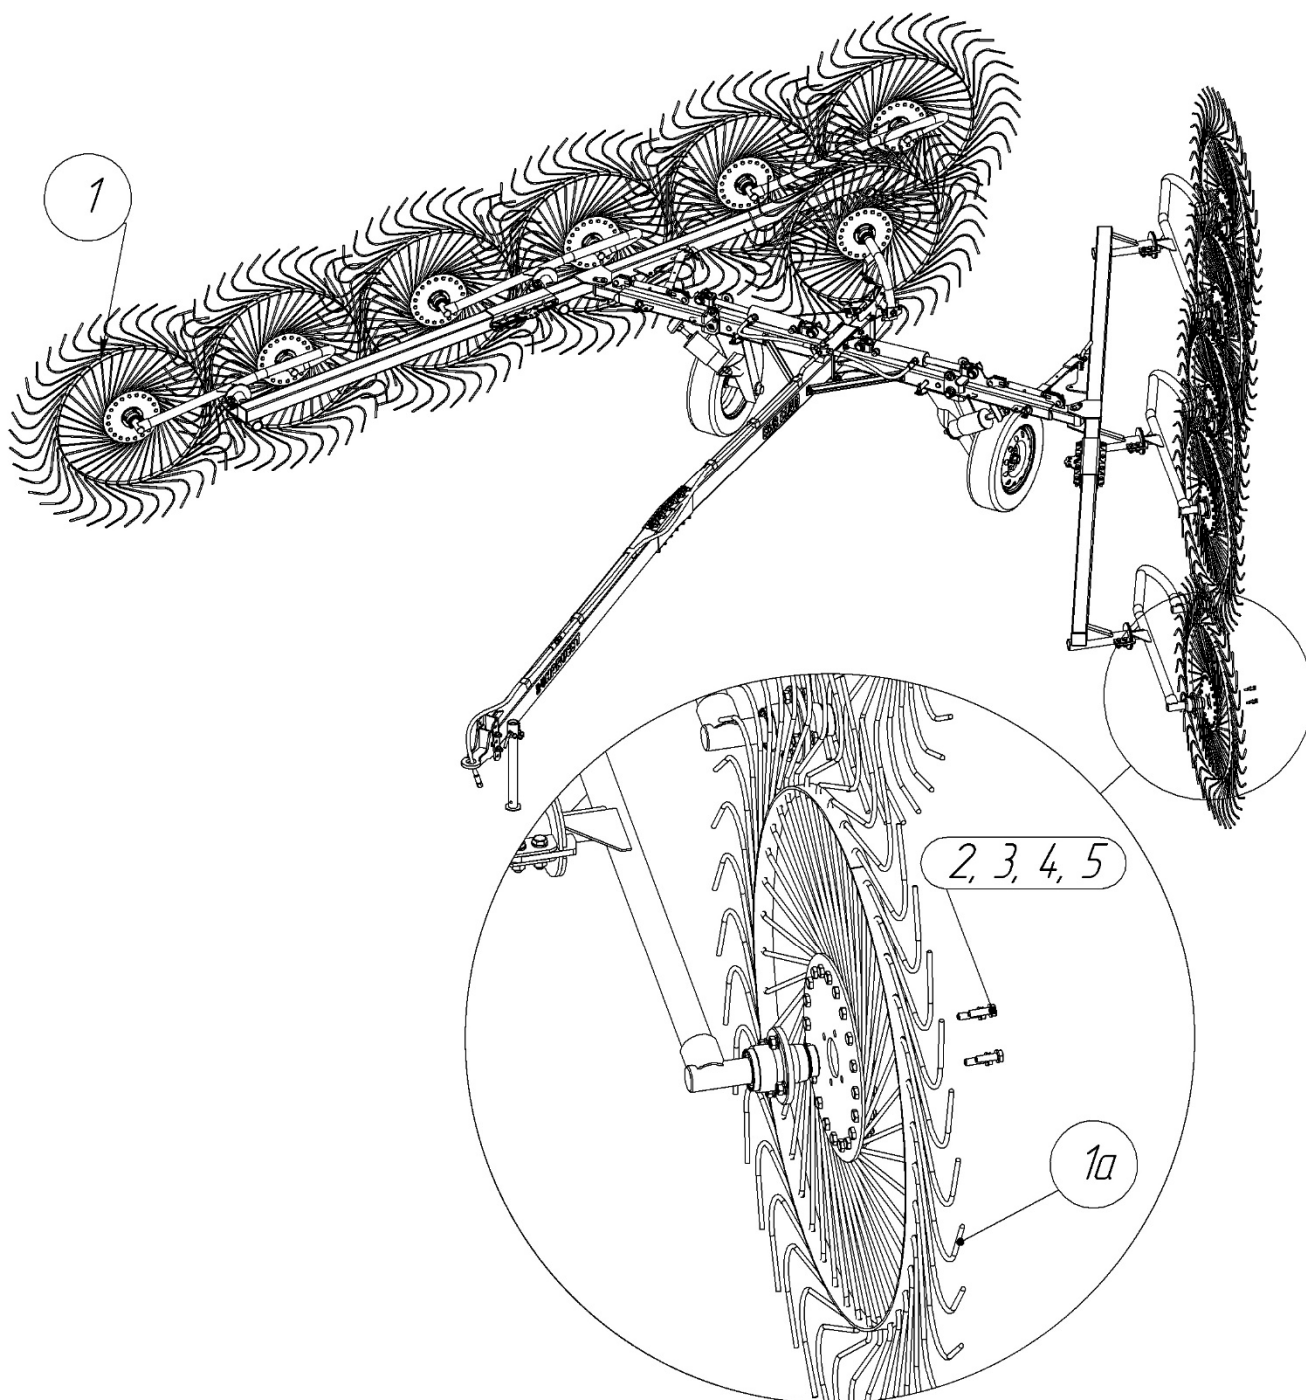
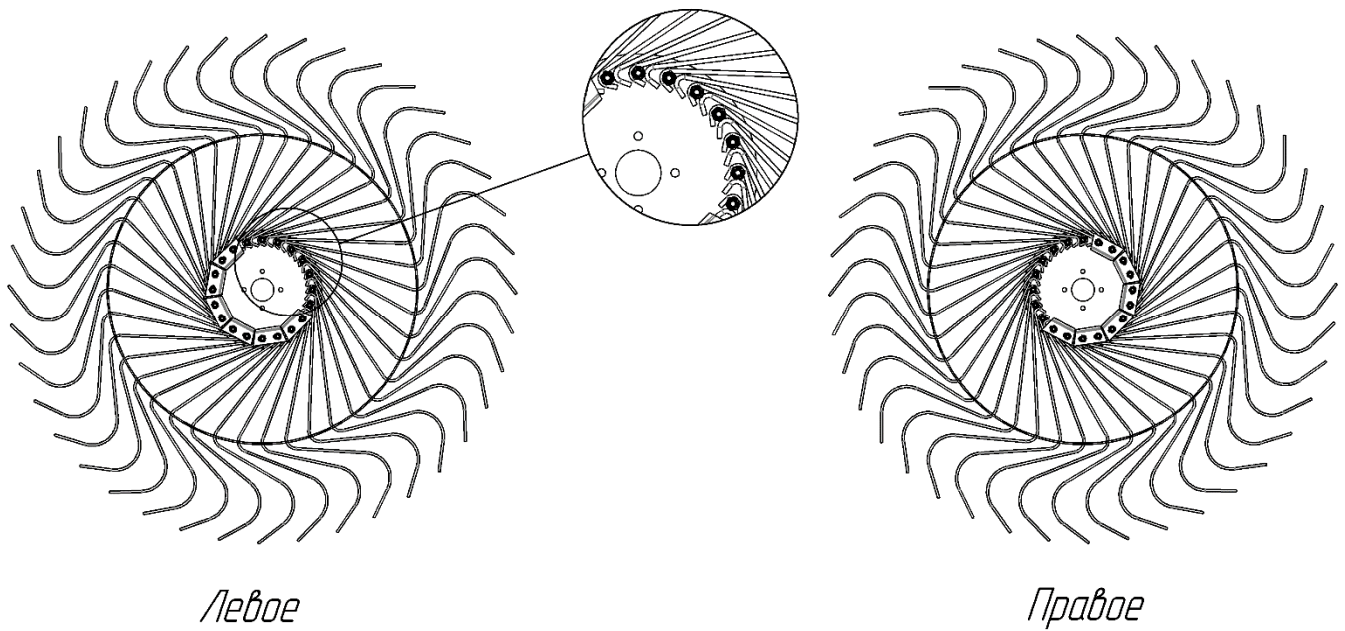

Рисунок 15 – Установка рабочих колес
Рисунок 16 – Рабочие колеса
Перед установкой распределите рабочие колеса на левые и правые (рисунок 16). Установите рабочее колесо [левое] (1) на левую сторону грабель по ходу движения прижимами в сторону от грабель (рисунок 15). Зафиксируйте колесо к ступице используя болты М10х35 (2, 3, 4, 5).